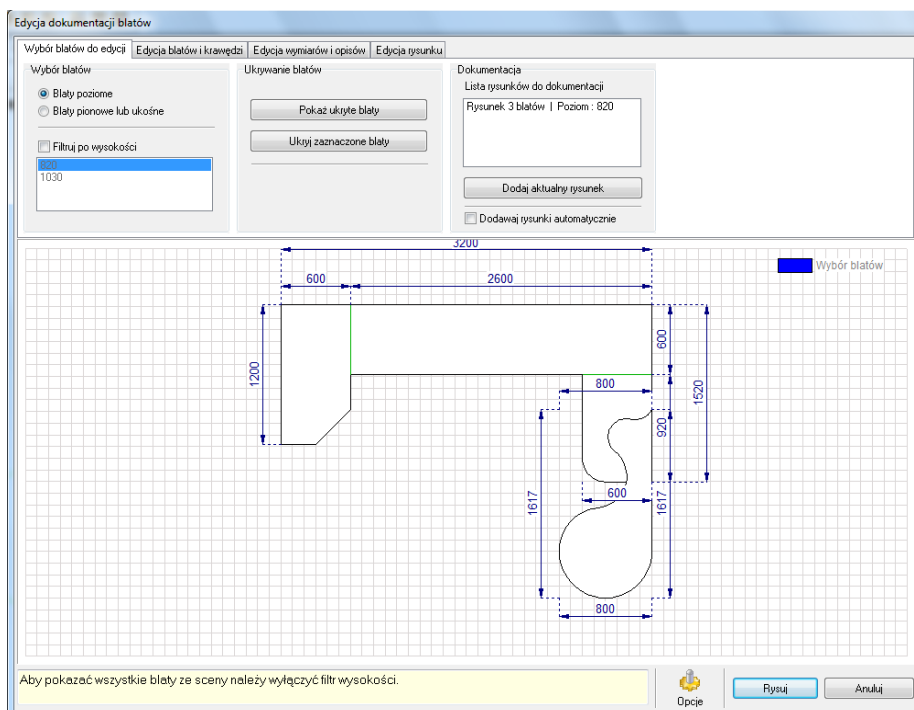

Rys. 22 - okno „Edytora blatów” – podgląd blatów, krawędzi i łączy
- **krawędzie** blatów po zaznaczeniu wyświetlają się na **czerwono**, natomiast **łączenia** między blatami są oznaczone **kolorem zielonym** (Rys. 22);